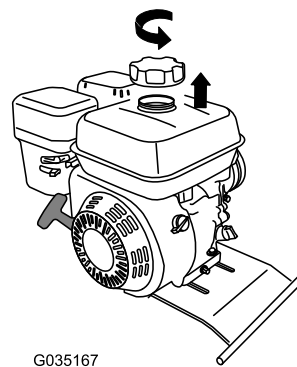

Figura 53
2. Retire el tapón del depósito de combustible girándolo en sentido antihorario (Figura 53).